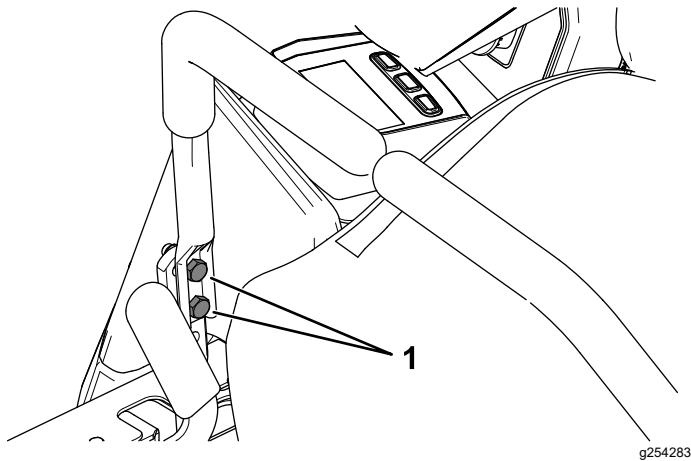

Bild 51
10. Wenn eine Ausrichtung erforderlich ist, lösen Sie die beiden Befestigungsschrauben des Fahrtriebshebels auf der falsch ausgerichteten Seite (Bild 51).
12. Ziehen Sie die beiden Befestigungsschrauben des Fahrtriebshebels fest (Bild 51).